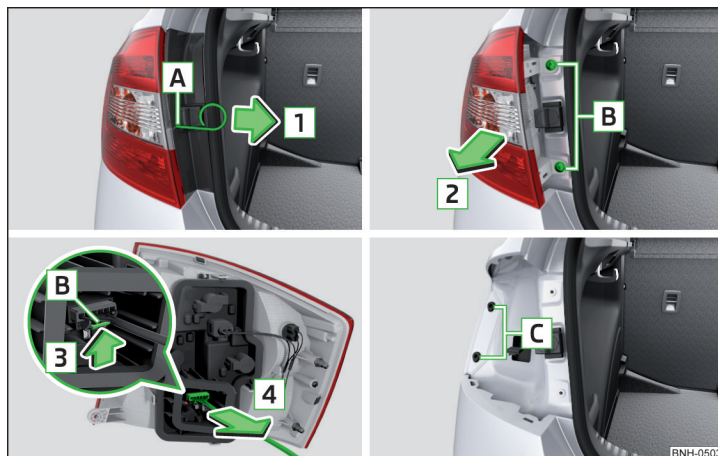
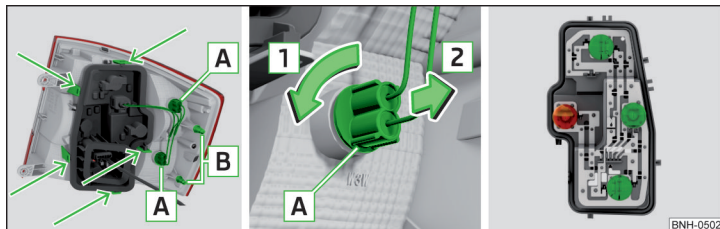

Abb. 187 Leuchte ausbauen / Stecker abziehen
Abb. 188 Äußerer Teil der Leuchte / Innerer Teil der Leuchte
- › In die Öffnung [A] » Abb. 187 den Bügel zum Abziehen der Radvollblenden » Seite 163, Bordwerkzeug einführen.
- › Die Leuchte mit den Zapfen [B] » Abb. 188 auf Seite 185 in die Aufnahmen [C] » Abb. 187 in der Karosserie einsetzen.
- › Die Lampenfassung **A** » Abb. 188 in Pfeilrichtung **1** drehen und in Pfeilrichtung **2** aus dem Leuchtengehäuse herausnehmen.
» Abb. 188 und den Lampenhalter aus der Leuchte herausnehmen.